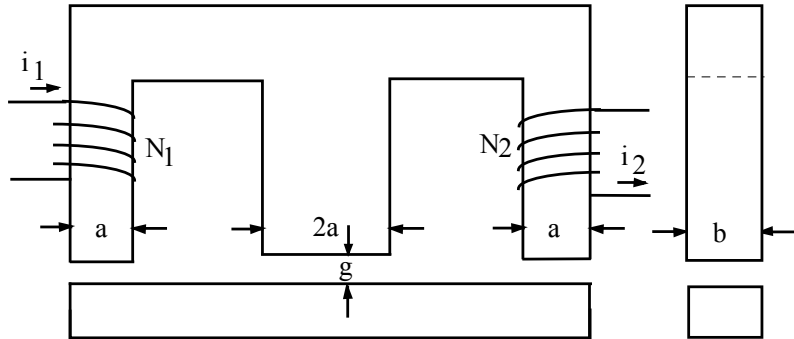

Figura 1.5
1.9.- Para el sistema electromecánico de campo magnético de la Figura 1.5 encuentre las expresiones de las inductancias propias y mutuas en función de los datos indicados, considerando que la permeabilidad del núcleo es mucho mayor que la de los entrehierros ($\mu_{Fe} \gg \mu_0$) y que la longitud de éstos es mucho menor que la de los circuitos magnéticos totales.